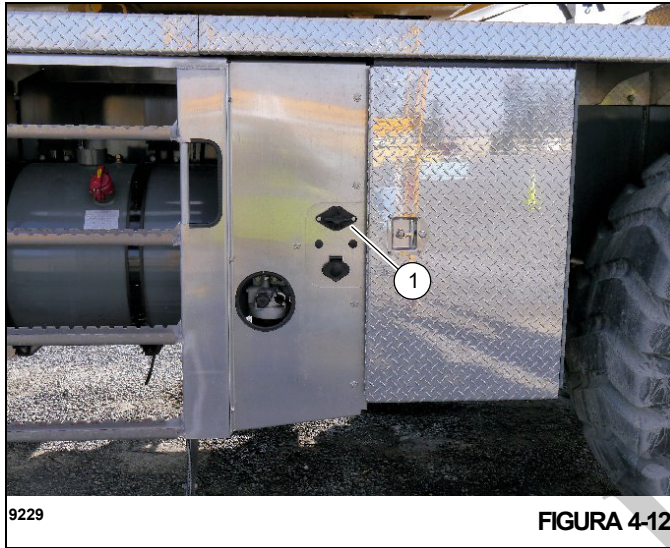

FIGURA 4-12
12. Coloque el interruptor de la batería (1, Figura 4-12) en la posición desconectada si la máquina estará inactiva por más de 24 horas.